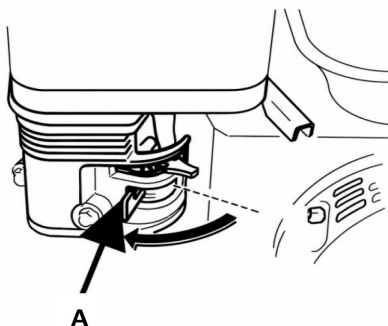

Рис. 24
5. Закройте топливный кран (Рис. 24).